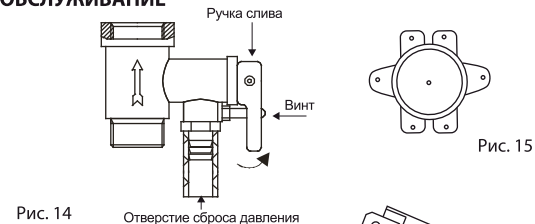

Рис. 14
- 6. Чтобы правильно слить воду из внутреннего бака, надо воспользоваться сливным отверстием (только для серии FE1/FE6) (для этого открутите заглушку, закрывающую сливное отверстие), также воду можно слить через комбинированный предохранительный клапан (рис.14)(для этого открутите винт ручки слива комбинированного предохранительного клапана и переведите ручку слива в верхнее положение, при это кран выхода горячей воды должен быть открыт, а кран подачи холодной воды в водонагреватель должен быть перекрыт).